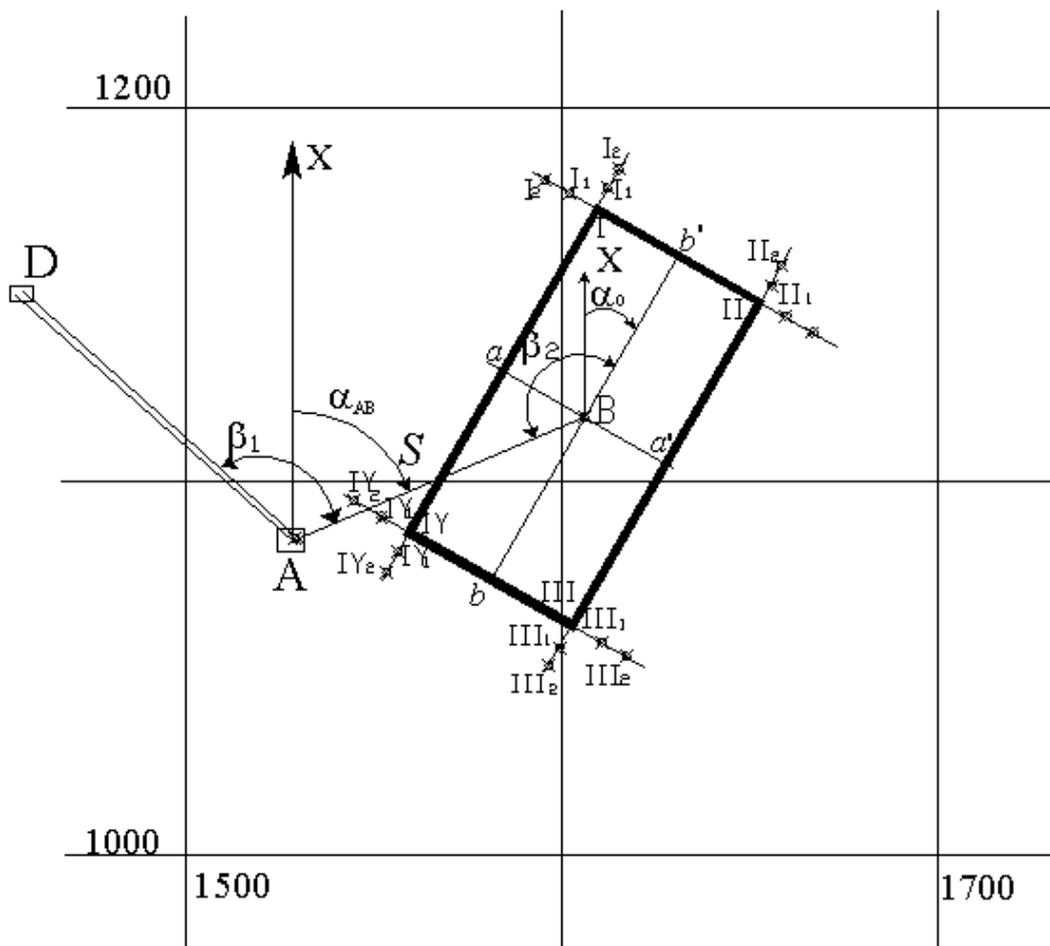

Рисунок 1. Пояснительная схема к проекту разбивки здания на промышленной площадке карьера.
4) Для переноса в натуру центра (**B**) здания устанавливают теодолит в точке **A** и от направления **AD** откладывают угол β_1 затем по направлению **AB** стальной рулеткой откладывают горизонтальное проложение **S** и фиксируют на промышленной площадке точку **B**. (рис.1).
6) Разбивка в натуре углов здания (**I**, **II**, **III**, **IV**) производится от осей здания. Устанавливают теодолит в точке "**a**", визируют на точку **B** откладывают угол 90^0 и половину продольного размера здания и закрепляют на площадке точку **I**. Затем откладывают угол 90^0 в противоположную сторону и половину продольного размера здания и фиксируют в натуре точку **II**. Аналогичным образом закрепляют на промышленной площадке углы здания **III** и **IV**. Контроль разбивки здания осуществляется по створности линий **I**-"**a**"-**IV** и **II**-"**a**'"-**III** (см. рисунок 1). При этом отклонение от створа не должно превышать ± 5 мм.
7) Закрепление строительных осей стен здания производится методом створной выноски. Каждая из четырех осей здания закрепляется 4 пунктами - по 2 пункта с каждой стороны (см. рисунок 1).